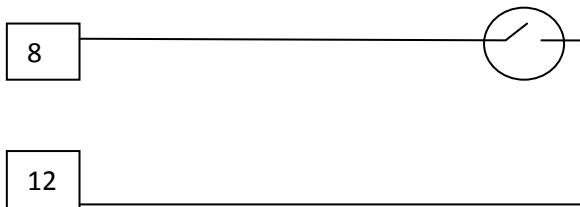
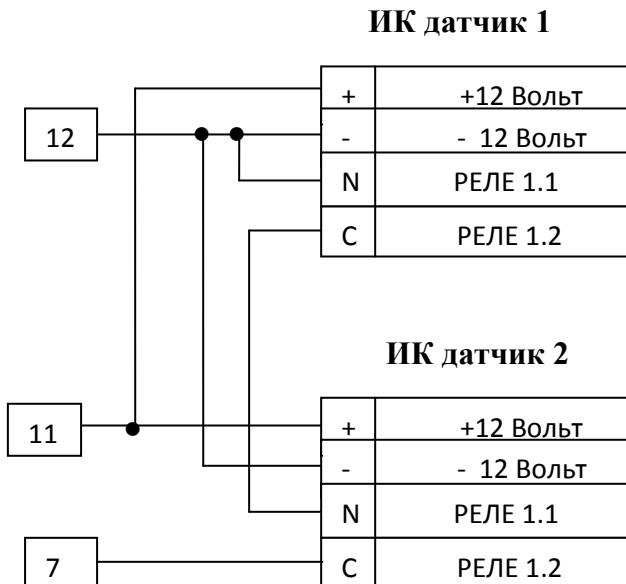

Рис. 4 Подключение магнитного контакта в зоне 2 сигнализации
Рис. 5 Подключение нескольких ИК датчиков к зоне 1 сигнализации
3.2 Подключение датчиков. Отключите питание от прибора. Подключите датчик движения (если он предусмотрен в системе) например, к ЗОНЕ 1, согласно рисунку 1. Подключите магнитный контакт (геркон) к ЗОНЕ 2, согласно рисунку 2. Датчик дыма подключите к ЗОНЕ 3, как на рисунке 3. К одной зоне возможно подключение нескольких датчиков движения или магнитных контактов (рис. 5, рис. 4). Вход каждой зоны автоматически распознает срабатывание каждого датчика. При правильном подключении датчика, при срабатывании, например, датчика движения, индикатор ЗОНА 1 загорается на короткое время. Если какой – либо из входов ЗОН 1...4 не используется, его необходимо **соединить с общим проводом** (входы зон - это контакты 7, 8, 9, 10) .